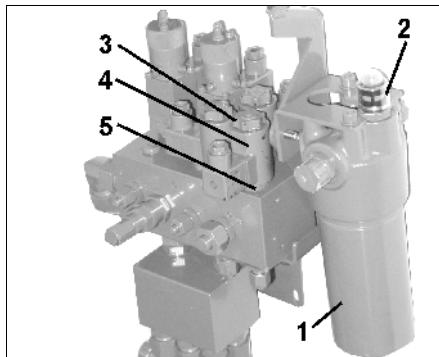

Рис. 62
Во время эксплуатации может проверяться работа гидравлического масляного фильтра (Рис. 62/1) на распределительной гидрокоробке.
Индикация в контрольном окне (Рис. 62/2):
- Открутите крышку магнита (Рис. 62/3).
- Снимите катушку электромагнита (Рис. 62/4).
- Выкрутите шток клапана (Рис. 62/5) с седлами и почистите сжатым воздухом или гидравлическим маслом.